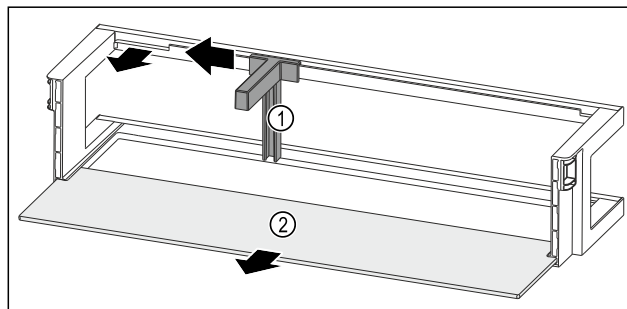

Fig. 101 Dveřní přihrádka s držákem lahví a odkládací plochou
- Držák lahví Fig. 101 (1) posuňte na stranu až k vybrání.
- Držák lahví Fig. 101 (1) odeberte.
- Odkládací plochu Fig. 101 (2) odeberte.